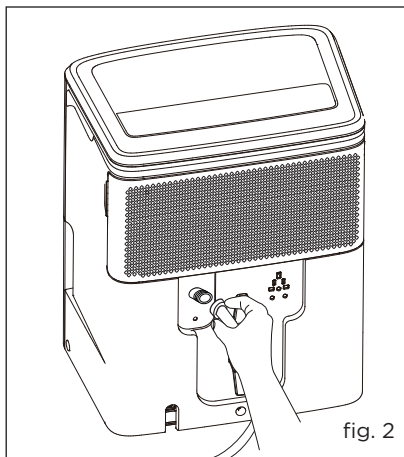

fig. 2
c. Insérez l'extrémité fileté femelle du tuyau dans le connecteur de purge de l'unité. (fig. 2)